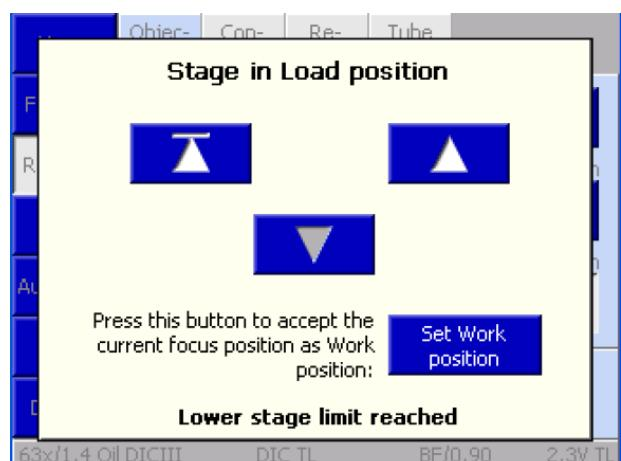

Fig 10 Load Position 按钮
- Load Position 按钮：点击此按钮，正置显微镜的载物台会向下移动到负载位置；倒置显微镜则是物镜向下移动。负载位置比工作位置低大约 10 mm，方便用户完成更换样品或滴加镜油等操作。当载物台达到负载位置时，会弹出 Load Position 窗口 (Fig. 10)，点击  按钮，载物台返回操作位置。
- RL Illumination 按钮：Close 和 Open 按钮用于在荧光光路中关闭或打开反射光 (RL) shutter。注意，如果